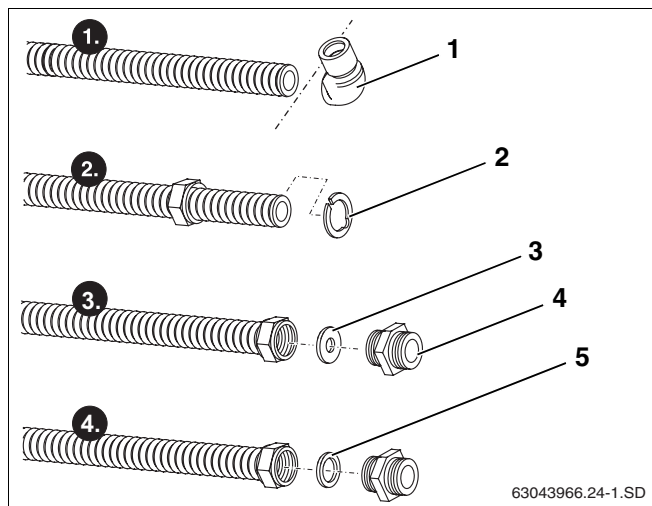

Fig. 57 Préparer le tube de raccordement
- Détacher l'équerre (fig. 57, **pos. 1**) du tube de raccordement à l'aide d'un coupe-tube.
- Poser la rondelle de serrage (fig. 57, **pos. 2**) derrière la première ondulation et serrer. La rondelle de serrage doit parfaitement adhérer à l'écrou-raccord.
- Poser la rondelle intérieure (fig. 57, **pos. 3**) avant la surface de découpe du tube de raccordement dans l'écrou-raccord.
- Visser l'embout double (fig. 57, **pos. 4**) à fond dans l'écrou-raccord pour garantir une surface d'étanchéité plane sur le tube de raccordement.
- Mettre le joint en place (fig. 57, **pos. 5**) et visser l'embout double.